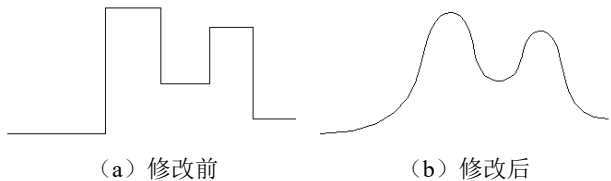

图 2-36 生成 B 样条曲线
(5) 样条曲线(S): 以指定的多段线的各顶点作为控制点生成 B 样条曲线, 如图 2-36 所示。
(6) 非曲线化(D): 用直线代替指定的多段线中的圆弧。对于选择“拟合(F)”选项或“样条曲线(S)”选项后生成的圆弧拟合曲线或样条曲线, 删去其生成曲线时新插入的顶点, 则恢复成由直线段组成的多段线。
(7) 线型生成(L): 当多段线的线型为点划线时, 控制多段线的线型生成方式开关。选择该选项, 系统提示: